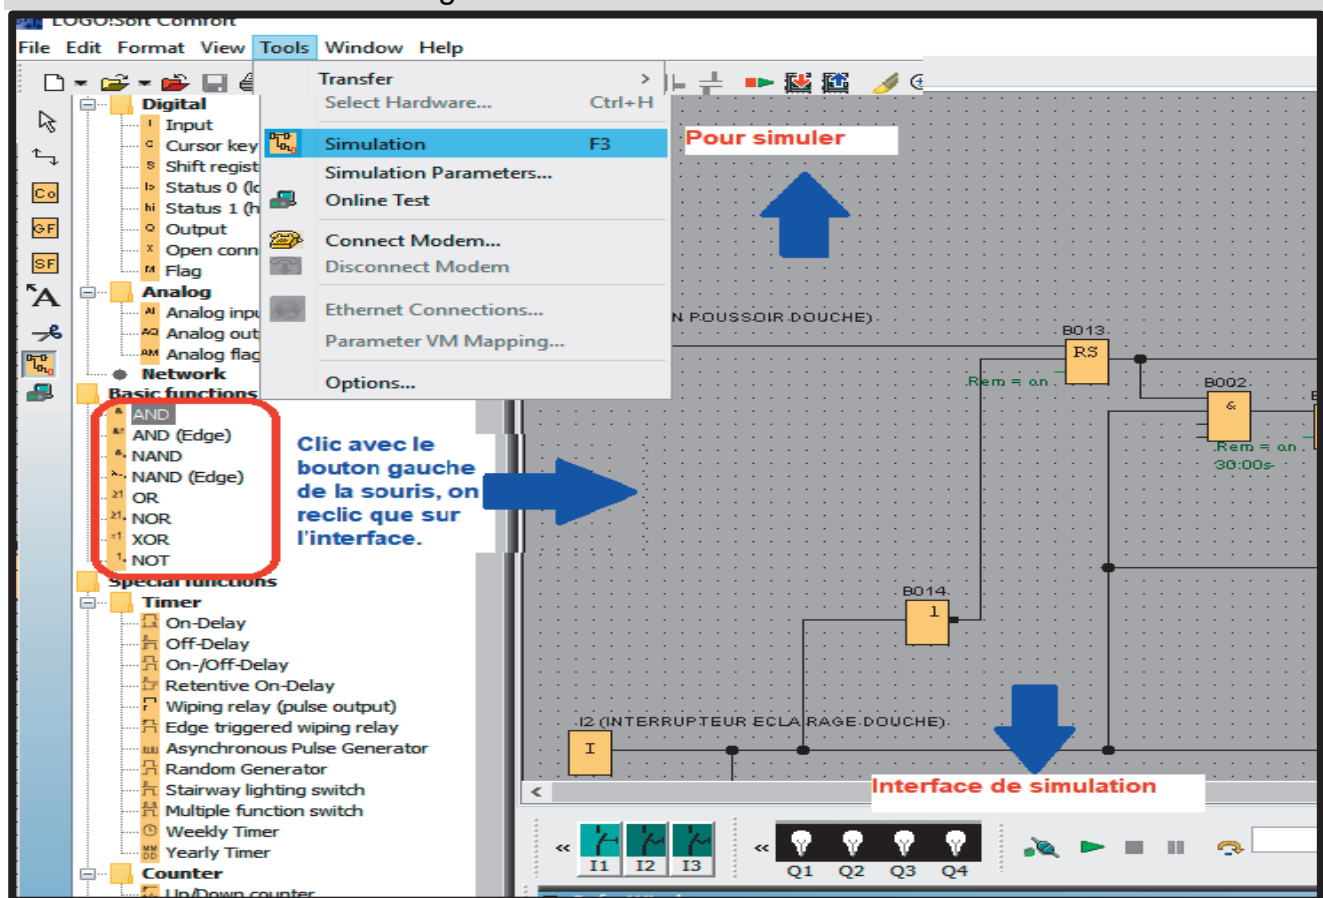

Figure 8 – Interface du logiciel LOGO ! Soft Comfort
- Suivre les indications de la figure 8 ci-dessous.